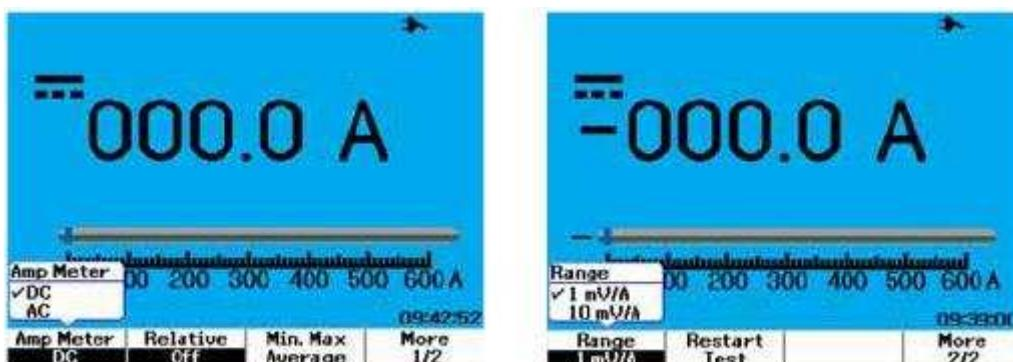

Рис. 4-9 Настройка измерений тока
- В субменю измерения тока нажмите функциональную клавишу F1, чтобы выбрать измерение переменного тока (AC) или постоянного тока (DC) – см. рис. 4-9.
- Нажмите функциональную клавишу F1 на странице 2/2, чтобы выбрать предел измерения (см. рис. 4-9). Предел измерения выбирается с учетом установки коэффициента преобразования токового адаптера (1 мВ/А или 10 мВ/А).